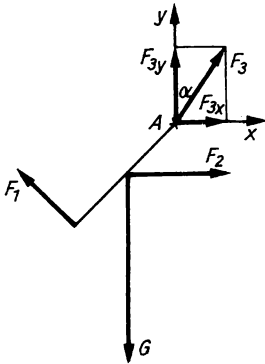

Bild 114
3.78 Bild 114. Gleichgewichtsbedingungen: